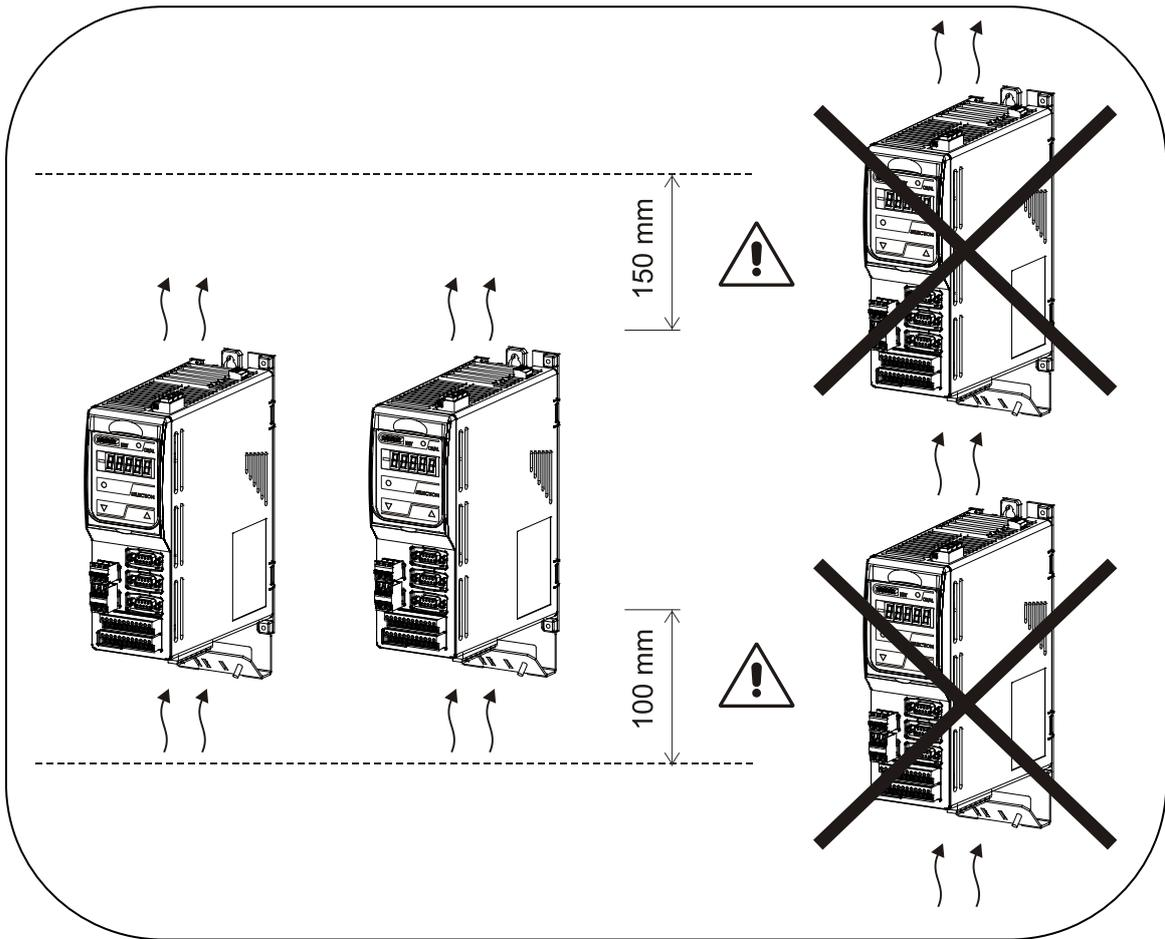

FIG. 5 (Installazione)
LUOGO DI UTILIZZO	<p>In ambiente chiuso, coperto, asciutto, con valori di temperatura e umidità indicati in TAB. 3C e idoneo alle disposizioni legislative vigenti nel paese di utilizzazione in materia di sicurezza e salute nei luoghi di lavoro. L'azionamento MiniOPD EXP deve essere applicato ad una parete che ne assicuri la stabilità in rapporto alle dimensioni di ingombro (v. FIG. 3B), al peso (v. TAB. 2) e rispettando le misure minime di posizionamento riportate alla FIG. 5.</p> <p>N.B.: NEL LUOGO DI UTILIZZO DELL'AZIONAMENTO MINIOPD EXP È ASSOLUTAMENTE VIETATA LA PRESENZA DI ACQUA O UNA UMIDITÀ SUPERIORE A 90% CHE PUÒ FAVORIRE O AUMENTARE IL RISCHIO ACCIDENTALE DI SCOSSA ELETTRICA E/O DANNEGGIAMENTO DELLO STESSO.</p>
- 1) Posizionare l'azionamento **MiniOPDE** mantenendo le misure minime di posizionamento (v. **FIG. 5**);
**È OBBLIGATORIO INSTALLARE PIÙ AZIONAMENTI MINIOPDE COME RIPORTATO IN FIG. 5 PER GARANTIRNE UNA BUONA VENTILAZIONE, SENZA CHE IL FLUSSO D'ARIA DI RAFFREDDAMENTO DI UN AZIONAMENTO INFLUISCA NEL L'ALTRO AZIONAMENTO.**